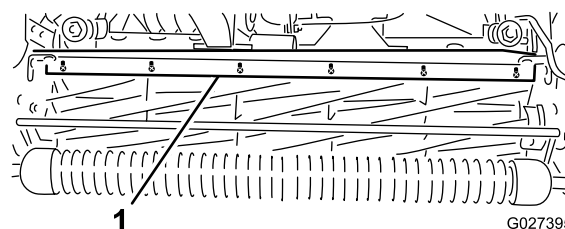

Figure 59
- Desserrez les vis qui fixent la barre supérieure (Figure 59) à l'unité de coupe.